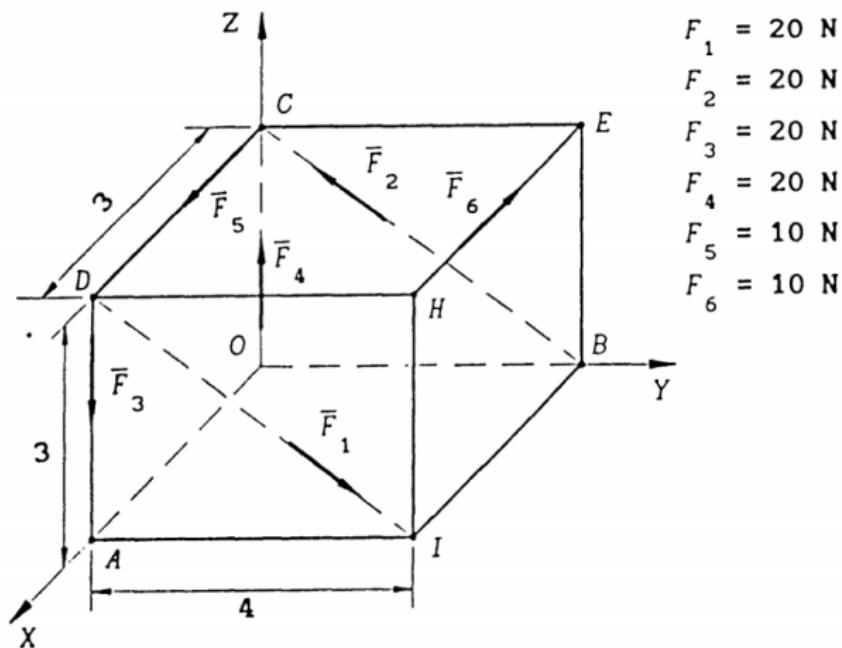

Figura 56
67. Sustituya los tres pares de fuerzas indicados en la Figura 56, por un solo par equivalente, obteniendo la expresión vectorial cartesiana de su momento, así como su magnitud.